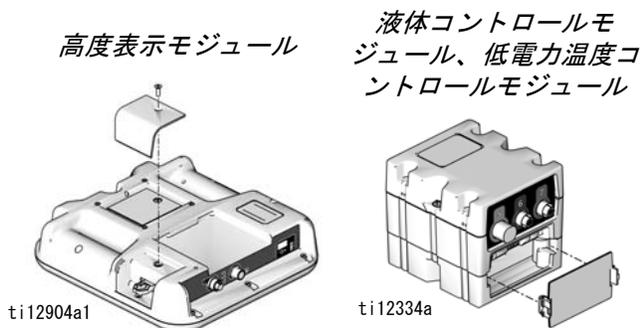

図 41: アクセスパネルの取り外し
2. トークンアクセスパネルを取り除きます。図 41 を参照してください。